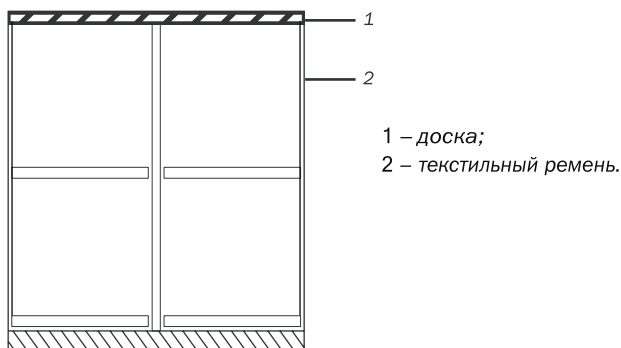

Рис. 3
- проверить качество увязки пакетов, находящихся в кузове транспортного средства, при необходимости (нахождение крюка или замка текстильного ремня в зоне расположения металлических обшивок панелей) подложить под них прокладку, выданную стропальщиком, с размером 250х300 мм. (Рис. 3)